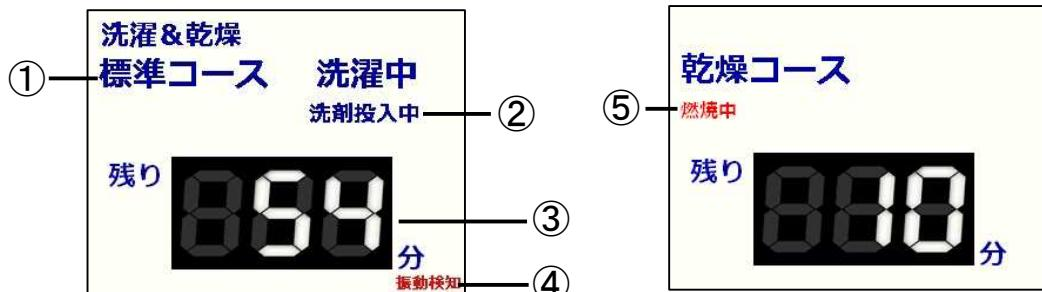

図7-2
7. 1. 2 運転中の画面(図 7-2)
振動検知スイッチが作動している時に、図 7-2 のように画面の中に赤字で“振動検知”と表示されます。
運転中の画面(図 7-2)を長押ししてメイン画面に移動します。その後、試運転画面に移動します。試運転画面で [停止] を 2 回押すことで、本機を完全停止できます。(図 7-22)